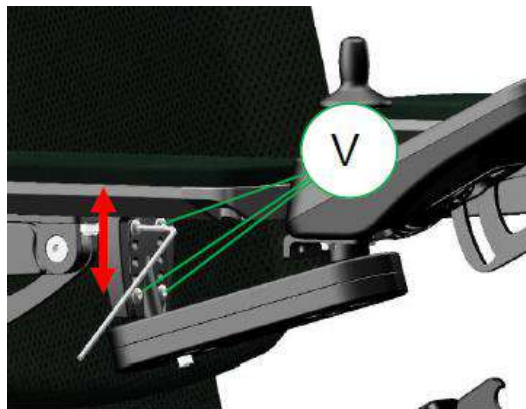

Figura 11-44
- Paso 1: Afloje los tornillos (V) usando una llave Allen de 3 mm. (Figura 11-44)